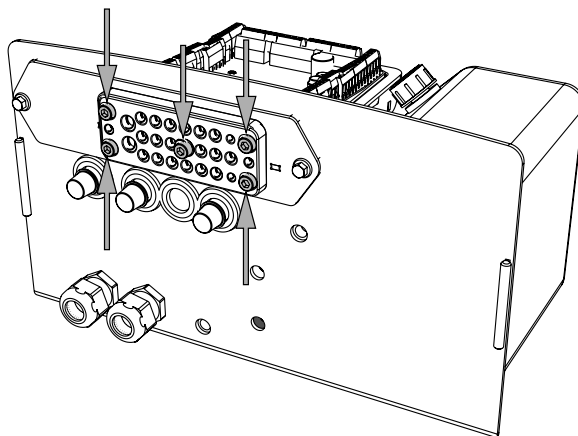

Bild 58. Kabelgenomföringens fem skruvar
1. Lossa kabelgenomföringens fem skruvar, se Bild 58. Kablar kan nu monteras/demonteras/justeras i kabelgenomföringen. Vid montering av kabel, ska kabeln monteras tillsammans med befintligt kablage med hjälp av buntband.
1. När alla kablar är på lämplig plats i kabelgenomföringen, dra åt de fem skruvarna, se Bild 58.